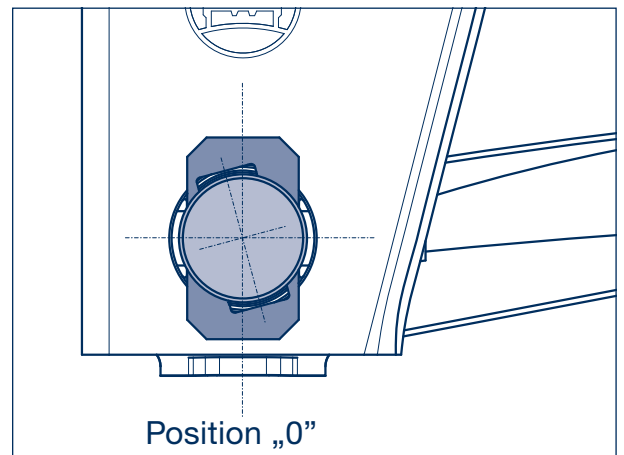

Figure 12
- [15] Pour corriger, desserrer un peu les écrous de sûreté (1168, surplat 36 / surplat 46) sur le boulon de ressort (1154) et déplacer la cale à coulisse (1161) des deux côtés, selon la direction de triangulation, vers le haut ou vers le bas à légers coups de marteau (figures 12 - 13).